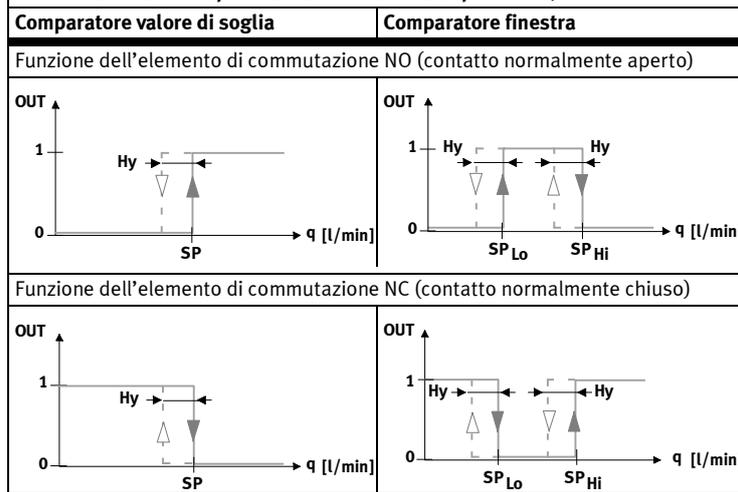

Fig. 9
- Per misurazione del flusso [FLW]: punti di azionamento [SP] e isteresi [Hy] → Fig. 9.